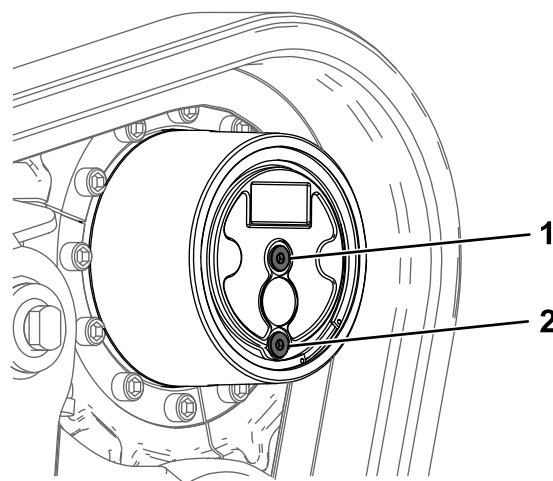

Figura 65
2. Aparque la máquina en una superficie nivelada hasta que el tapón de vaciado esté en la posición de las 6 (Figura 65), ponga el freno de estacionamiento y baje los brazos de carga.
5. Retire el tapón de verificación y el tapón de vaciado y deje que se vacíe el lubricante de engranajes (Figura 65).
6. Instale el tapón de vaciado (Figura 65).